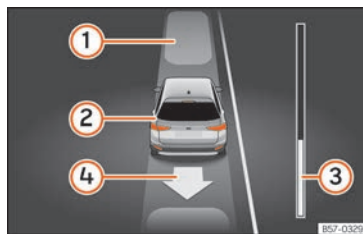

Fig. 284 En la pantalla del cuadro de instrumentos: desaparcicar de un hueco en línea.
Legenda de la **fig. 284**:
La barra de progreso » fig. 284 ③ indica la distancia que hay que recorrer » pág. 334.